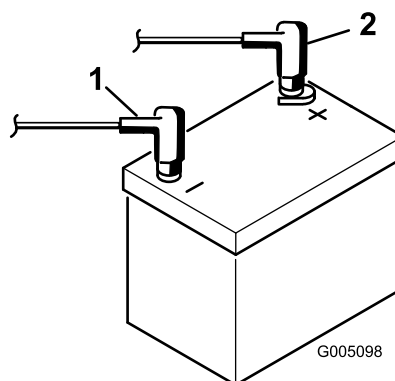

Figure 8
2. Branchez le câble de batterie positif (rouge) entre le solénoïde de démarreur et la borne positive (+) de la batterie (Figure 8). Serrez-le avec une clé et enduisez la borne de vaseline. Vérifiez que, lorsque le siège est en position extrême arrière, il n'est pas en contact avec le câble car il risquerait de l'user ou de l'endommager.